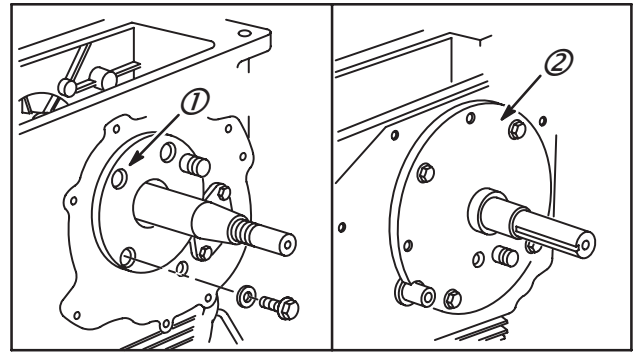

Fig. 22
Poser les supports de palier avec des joints neufs. Serrer les vis (2) des supports à un couple de 21 Nm côté prise de force et les vis (1) des supports côté volant à un couple de 10 Nm, Fig. 22.